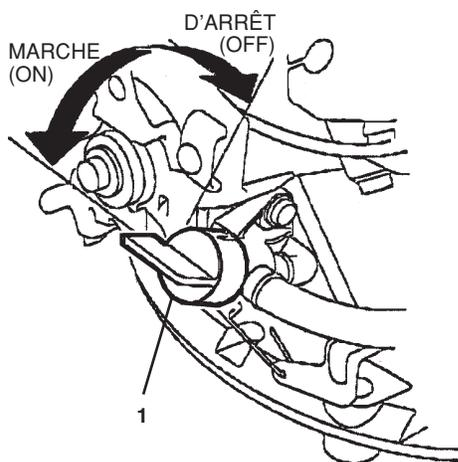

Figure 17
1. Assurez la valve d'essence est dans la position de MARCHE (ON) (Figure 17).